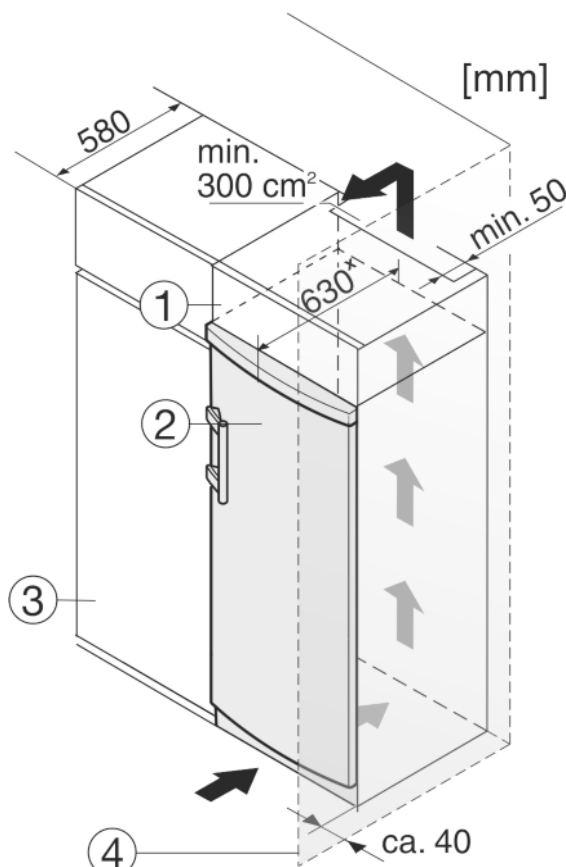

Fig. 10
- (1) Nadgradna omarica
- (2) Aparat
- (3) Kuhinjska omara
- (4) Stena
Okoli naprave lahko vgradite kuhinjske omare. Za poravnavo naprave Fig. 10 (2) s kuhinjskimi elementi lahko nad napravo postavite ustrezno nadgradno omarico Fig. 10 (1).
Pri vgradnji aparata v standardne kuhinjske omare (globina največ 580 mm) lahko aparat postavite tik ob kuhinjsko omarico Fig. 10 (3). Aparat je ob strani postavljen 34 mm * in na sredini 50 mm * od čelne stranice kuhinjske omare.
Če aparat s tečajji postavite poleg stene *Fig. 10 (4)*, mora razdalja med aparatom in steno znašati najmanj 40 mm. To ustreza velikosti ročaja pri odprtih vratih.